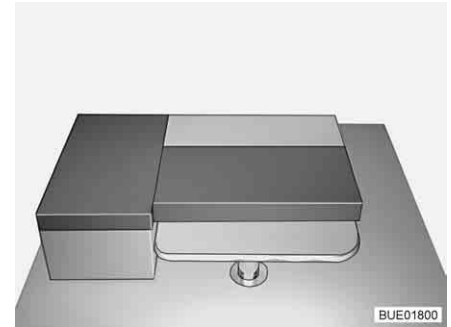

Bild 106 Nach dem Umbau
- Das lange Rückenpolster zwischen das Sitzpolster und die Wand legen (siehe Bild 106).